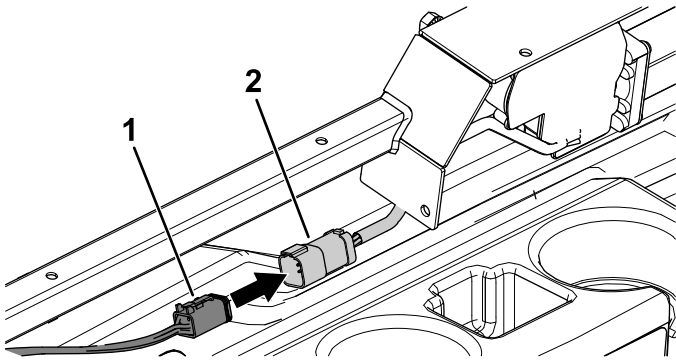

Figura 11
3. Conecte el arnés de cables al conector en el motor del limpiaparabrisas (Figura 11).